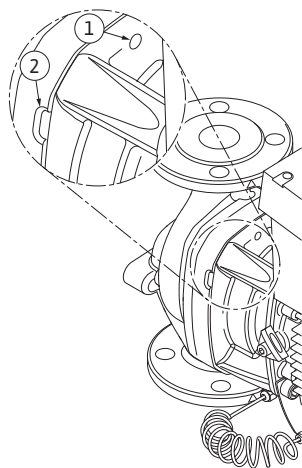

Fig. 51: Gewindebohrungen und Schlitz zum Abdrücken des Einstecksatzes vom Pumpengehäuse
13. Den Einstecksatz (siehe Fig. 13) vom Pumpengehäuse abdrücken. Dafür empfiehlt sich die Nutzung zweier Gewindebohrungen (Fig. 51, Pos. 1), vor allem zum Lösen des Sitzes. Zum Lösen des Sitzes geeignete Schrauben in die Gewindebohrungen eindrehen. Ist der Einstecksatz leichtgängig, können zum Abdrücken zusätzlich Schlitz (Fig. 51, Pos. 2) zwischen Pumpengehäuse und Laterne genutzt werden (dazu z. B. zwei Schraubendreher ansetzen und als Hebel verwenden). Nach ca. 15 mm Abdrückweg wird der Einstecksatz nicht mehr im Pumpengehäuse geführt.